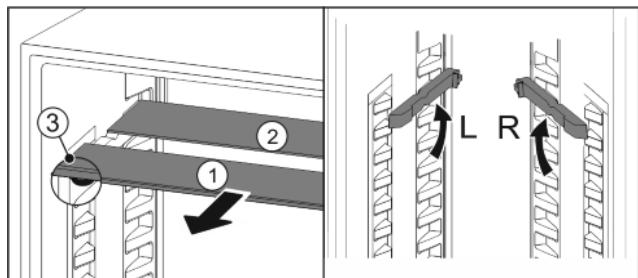

Fig. 18
- ▶ Steklene plošče posamično izvlecite Fig. 18 (1) naprej.
- ▷ Steklena plošča Fig. 18 (1) z zaustavljalniki izvleka je spredaj.
- ▷ Zaustavljalniki so obrnjeni navzdol Fig. 18 (3).